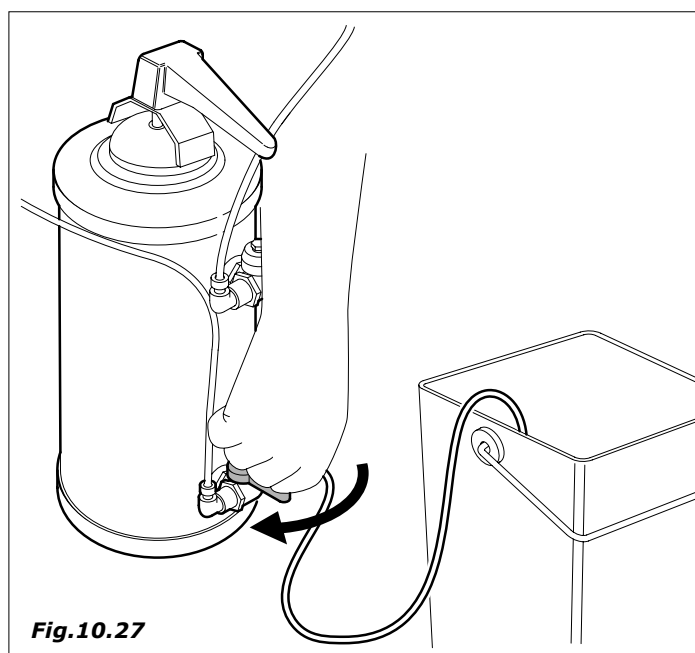

Fig.10.27
- Quitar tensión y cerrar el grifo (Fig.10.27)